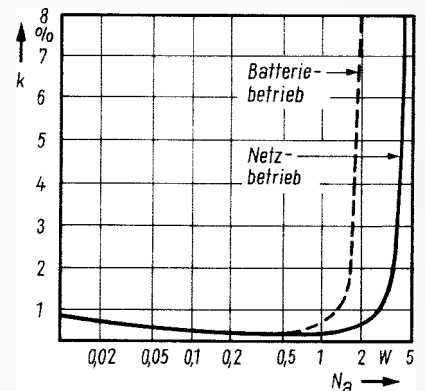

Bild 5. Klirrfaktor des Nf-Verstärkers als Funktion der Ausgangsleistung
4. Nicht zuletzt trägt eine erhebliche Gegenkopplung der Nf-Verstärkung von etwa 1 : 8 zur weiteren Klangverbesserung bei. Die nichtlinearen Verzerrungen, die hauptsächlich in der Endstufe entstehen, werden dadurch so stark vermindert, daß sie vom Ohr nicht mehr wahrgenommen werden können. Der Klirrfaktor ist, wie Bild 5 zeigt, unterhalb der Aussteuerungsgrenze kleiner als 1%. Weiterhin wird der Ausgang des Nf-Verstär-